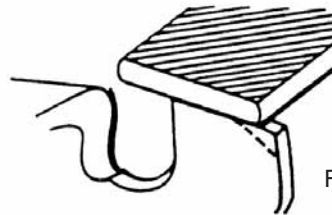

Fig. 4-4
- 4) Arredonde o bordo da frente para manter a forma original do limitador de profundidade depois de ajustá-la com o molde. Respeite sempre a profundidade recomendada para o limitador. Esta informação consta do manual de manutenção ou operação da sua serra. (Fig. 4-4)